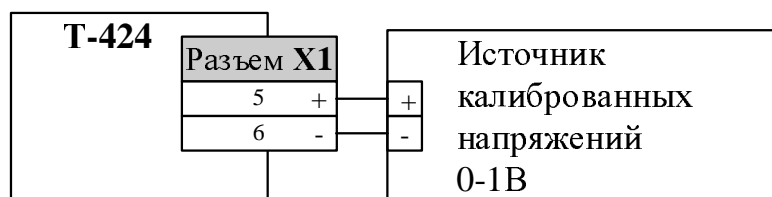

Рис. 5.2.
5.5.7.2. Схема подключения показана на рис.5.2.